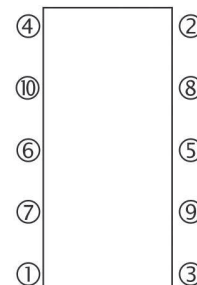

Fig.11
- 4) Svitare tutti i dadi in un ordine diametralmente opposto (Fig. 11). Spostare indietro il piastrone mobile, rimuovere le piastre, una ad una, prestando attenzione a non danneggiarle. Attenzione, i bordi delle piastre sono taglienti; indossare dei guanti di protezione.
- Pulire ed ingrassare accuratamente i tiranti, posizzionarli sul telaio, quindi stringere i dadi in modo progressivo e uniforme nell'ordine indicato in Fig.11 fino ad ottenere la quota corretta tra i piastroni (quota di serraggio) indicata sulla etichetta di identificazione. Verificare che questa quota sia uniforme sull'intero perimetro dei piastroni. Un serraggio eccessivo può deformare le piastre in modo irreparabile.